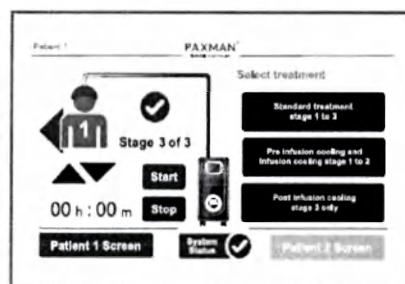

Рис. 38.
- При нажатии кнопки **Set Timer** (Установить таймер) отобразится экран, как на рис. 38.